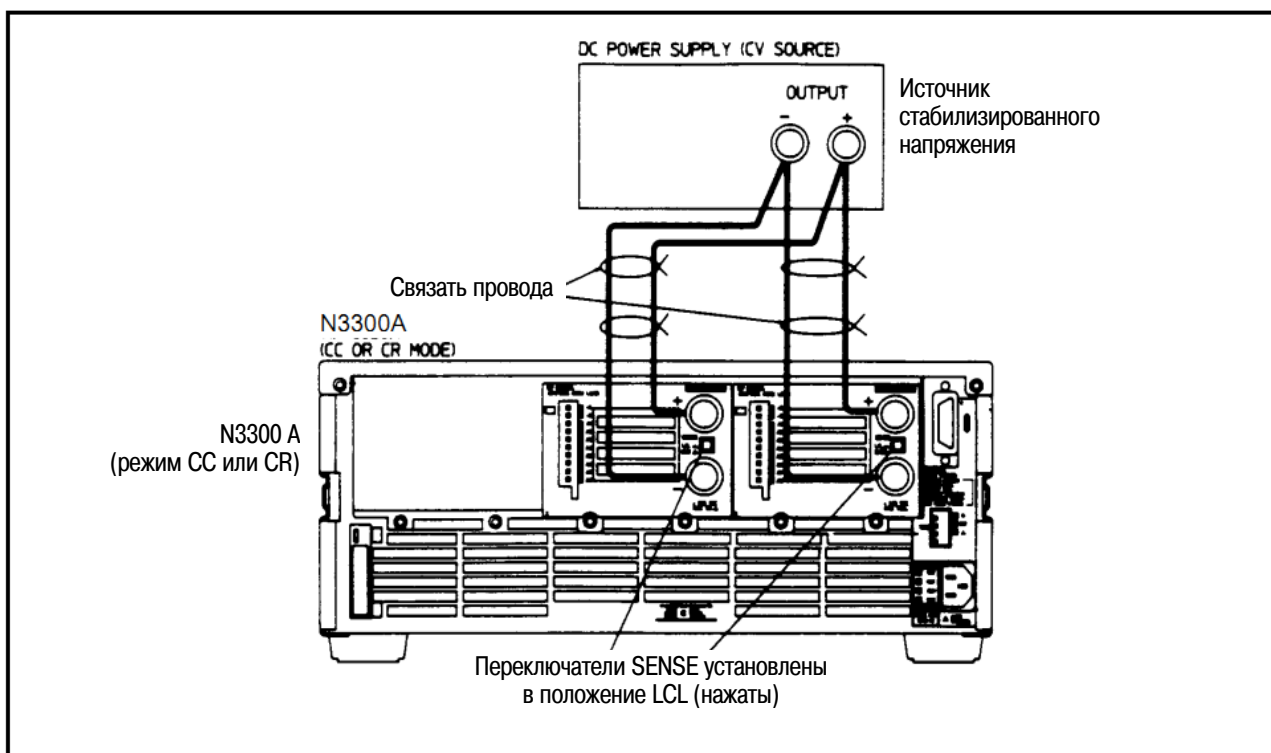

Рис. 3-12 Пример параллельного соединения модулей нагрузки
На рис. 3-12 показан пример параллельного соединения модулей для повышения мощности рассеяния. В режиме стабилизации тока (CC) или сопротивления (CR) можно соединять параллельно до шести модулей в одном базовом блоке. Модули **нельзя** соединять параллельно в режиме стабилизации напряжения. Каждый модуль будет рассеивать мощность, на которую он запрограммирован. Например, когда два модуля включены параллельно, и модуль № 1 запрограммирован на 10 А, а модуль № 2 запрограммирован на 20 А, то суммарный ток, отводимый от источника, будет составлять 30 А.
На рис. 3-12 все соединения с нагрузкой заканчиваются у источника. Каждый модуль присоединен к источнику отдельными проводами. Использование источника в качестве пункта распределения тока позволяет применять более длинные провода для присоединения каждого модуля и снизить общий импеданс, характерный для шлейфовых (последовательных) конфигураций.